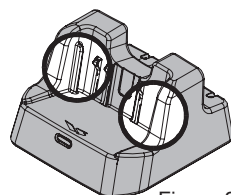

Figure 2
- ① Insérez la fiche CC de l'**AP-43C/U** CA dans la prise DC sur le panneau arrière du chargeur de bureau **CD-47**, puis enroulez le câble CC de l'**AP-43C/U** CA dans la fente du chargeur de bureau **CD-47** pour éviter la déconnection de la prise DC.
- ② Branchez l'adaptateur **PA-43C/U** AC dans la prise AC.
- ③ Insérez la batterie dans le chargeur de bureau **CD-47** tout en alignant les fentes de la batterie avec les bras de guidage dans le nid du **CD-47** (voir la Figure 2 pour plus de détails sur le positionnement correct de la boîte). Si le chargement est effectué avec l'émetteur récepteur-joint, mettez ce dernier hors tension. La prise d'antenne devrait être sur le côté gauche lorsque vous regardez le chargeur de devant.
- ④ Si la batterie est insérée correctement, l'indicateur LED sera rouge. Une batterie entièrement déchargée sera complètement chargée après un chargement de 1h30 à 3h30 (en fonction de la batterie chargée).